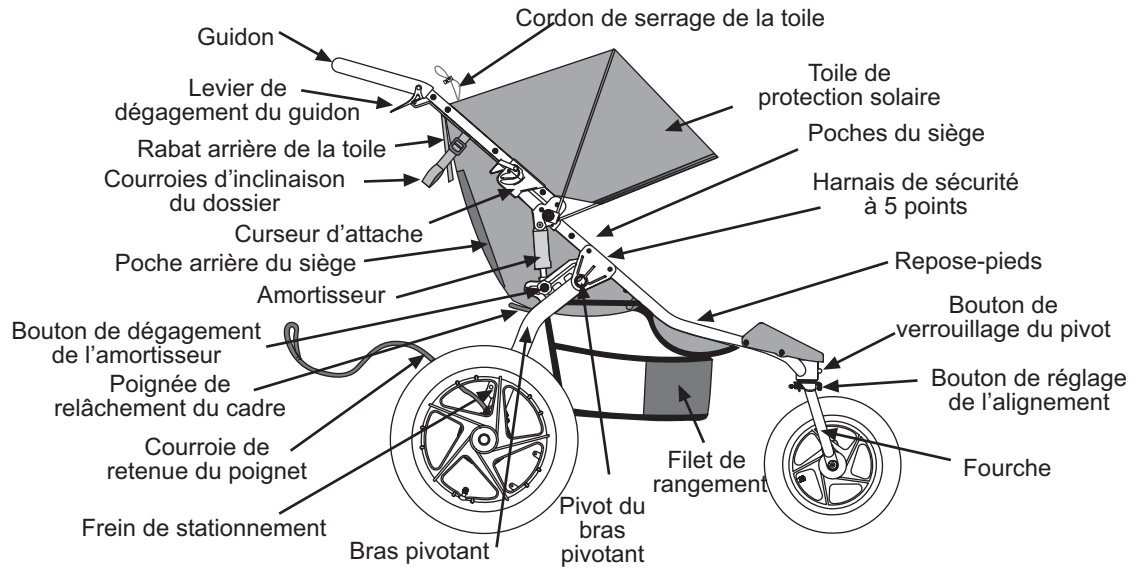

Fig. 1 Description de la poussette BOB Revolution.
Les diverses parties de la poussette sont illustrées à la figure 1.
9. LA TOILE DE PROTECTION SOLAIRE : La poussette est munie d'une toile de protection solaire à deux positions. Pour ouvrir entièrement la toile, déployez l'armature vers l'avant jusqu'à ce que le tissu soit bien tendu. Le rabat arrière de la toile devra être libéré de son attache velcro afin de fournir une plus grande protection contre le soleil. Pour réduire la taille de la toile de protection, tirez-la en direction du guidon. Le tissu en surplus pourra être ramené en tirant sur les cordons de la toile (Fig. 1) et en serrant l'autobloqueur.